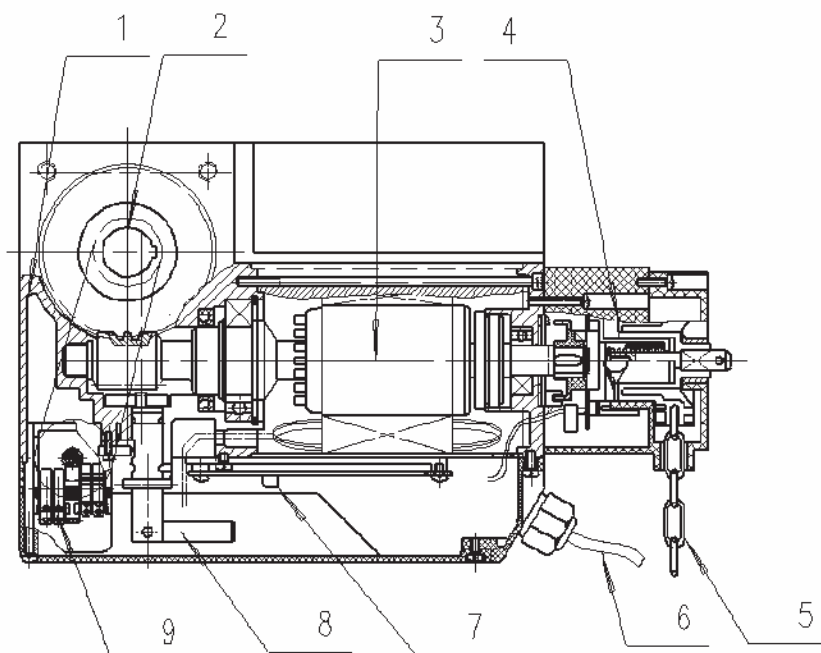

Рис. 1. Схема устройства привода RSI-50S
На рис. 1 схематично изображено устройство промышленного привода RSI-50S, в том числе показаны: корпус привода (1); посадочное отверстие для вала (2); мотор (3); цепной редуктор (4); цепь (5); кабель питания (6); клеммы подключения (7); ручка разблокировки (8); концевые выключатели (9).